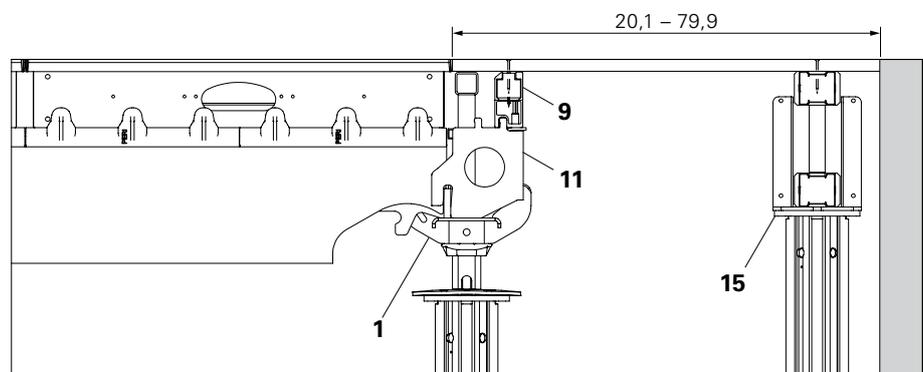
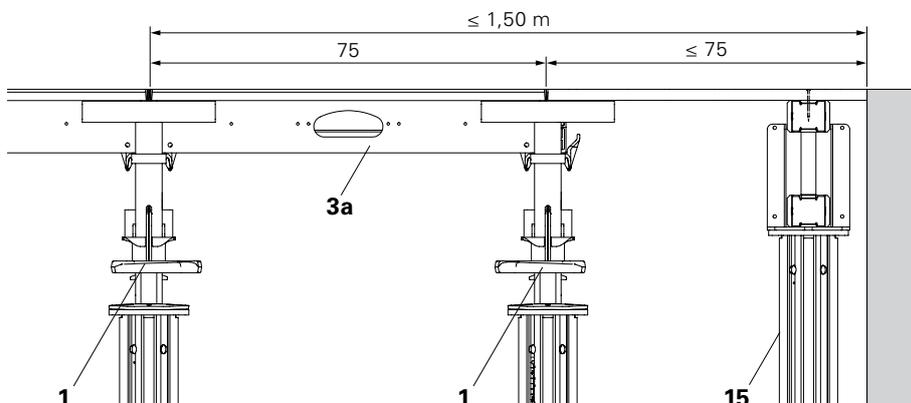
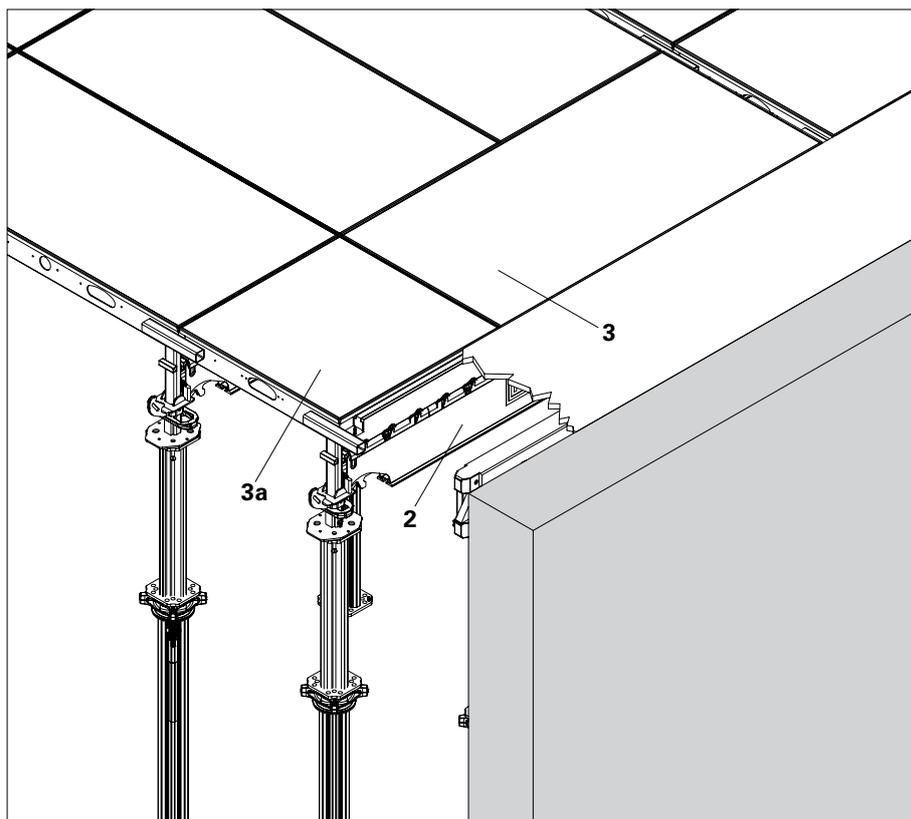
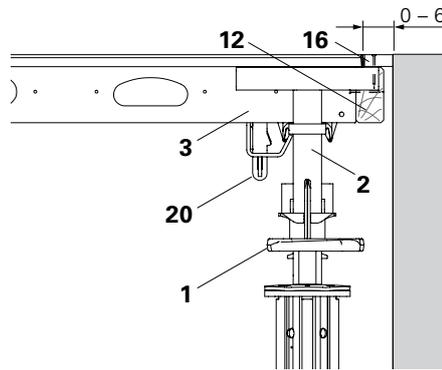

Fig. A5.28
Fig. A5.31
Fig. A5.32
Fig. A5.33
1. Colocar a viga principal no cabeçal de caída SFK (1) (Fig. A5.31), cabeçal de borde SCK (7) rodado 180° (Fig. A5.32) ou o cabeçal de apoio SSK (6) (Fig. A5.33).
2. Montar o suporte de extremidade (11) e a viga de extremidade (9).
3. Posicionar o prumo adicional com cabeçal e viga de cofragem (15).
4. Colocar o forro e fixar em posição com pregos. (Fig. A5.28 – A5.30)
1. Continuar a cofragem com o prumo, viga principal SLT 225 (2) e painel (3) posicionado transversalmente. Fechar o espaço até ao próximo cabeçal de apoio com o painel SDP 75 x 75 (3a). (Fig. A5.31 + A5.32)
(Fig. A5.33 - A5.35)